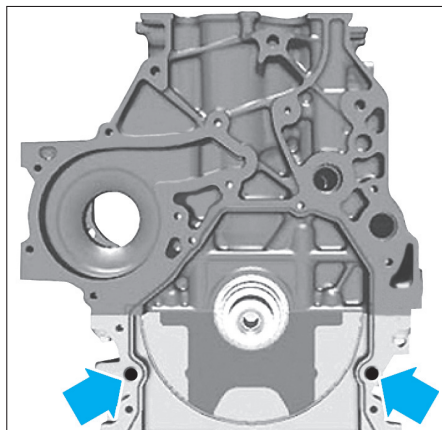

FIG. 37
- Placer les goupilles de centrage sur le bloc moteur (Fig.37).